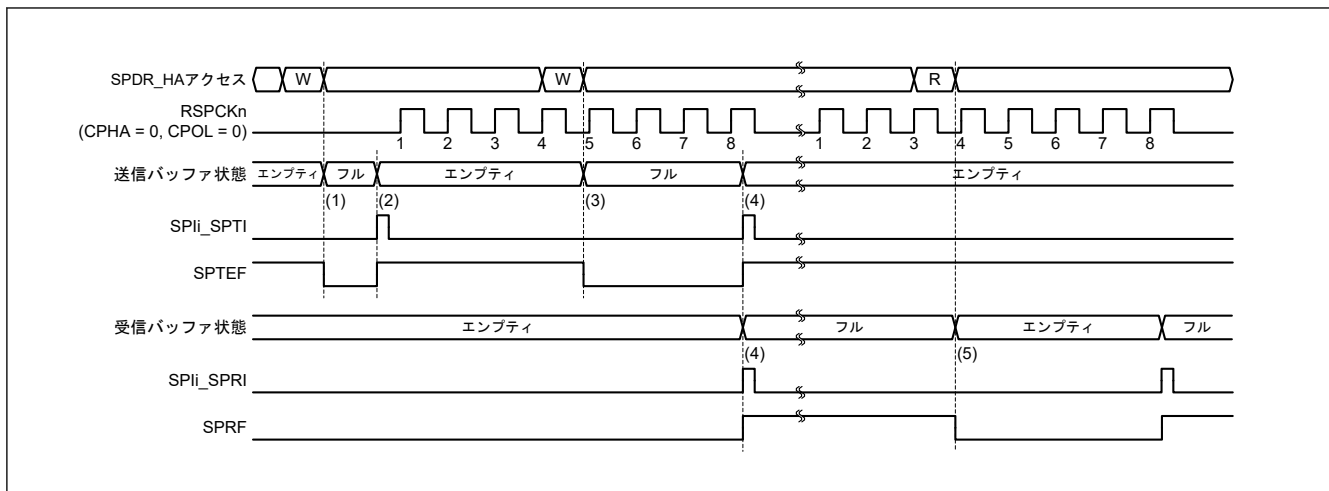
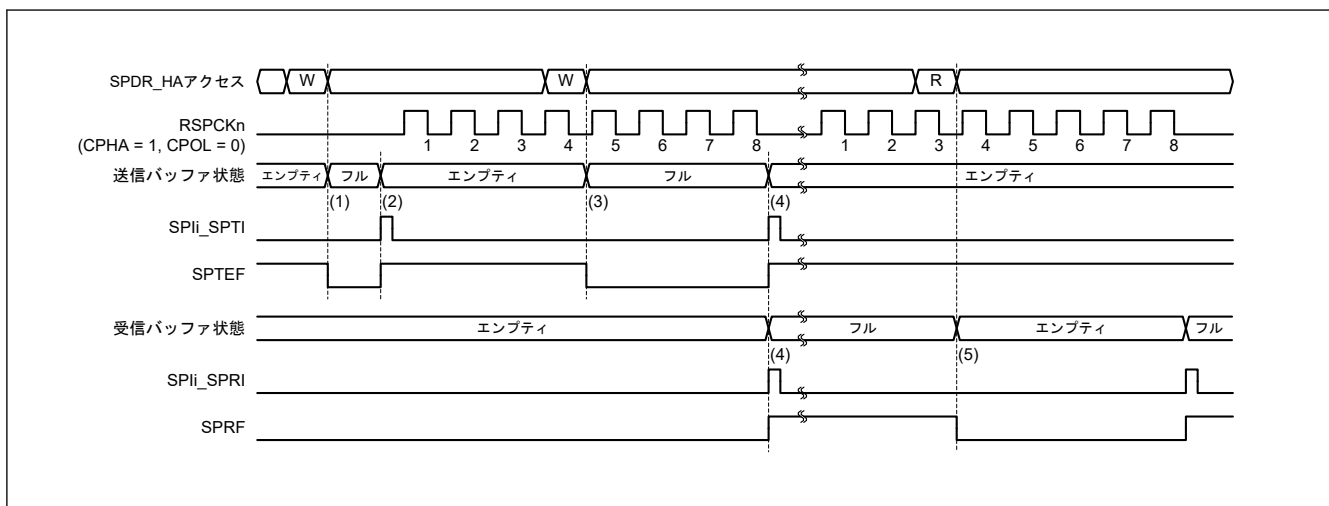

図 27.26 SPIi_SPTI、SPIi_SPRI 割り込みの動作例 (CPHA = 0、CPOL = 0)
図 27.27 SPIi_SPTI、SPIi_SPRI 割り込みの動作例 (CPHA = 1、CPOL = 0)
図 27.26 および 図 27.27 に、送信バッファエンプティ割り込み (SPi_i SPTI) と受信バッファフル割り込み (SPi_i SPRI) の動作例を示します。図 38.26 および 図 38.27 に記載した SPDR レジスタアクセスは、SPDR_HA レジスタへのアクセス状況を示しています。W は書き込みサイクル、R は読み出しサイクルを示しています。図 27.26 では、SPCR.TXMD ビットが 0、SPCMD0.CPHA ビットが 0、SPCMD0.CPOL ビットが 0 の設定で、SPI が 8 ビットのシリアル転送を実行しています。図 27.27 では、SPCR.TXMD ビットが 0、SPCMD0.CPHA ビットが 1、SPCMD0.CPOL ビットが 0 の設定で、SPI が 8 ビットのシリアル転送を実行しています。RSPCKn 波形の下に記載した数字は、RSPCK サイクル数 (= 転送ビット数) を示しています。
以下に、図 27.26 および 図 27.27 の (1)~(5) での SPI の動作内容を説明します。